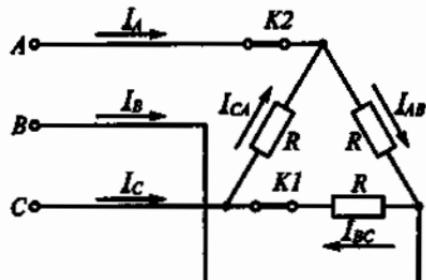

Рис. 130
3.104. Как изменятся токи при размыкании ключа $K1$ в схеме на рис. 130? (Указать неправильный ответ.)
3.106. Как изменятся токи при размыкании ключа $K2$ в схеме на рис. 130?